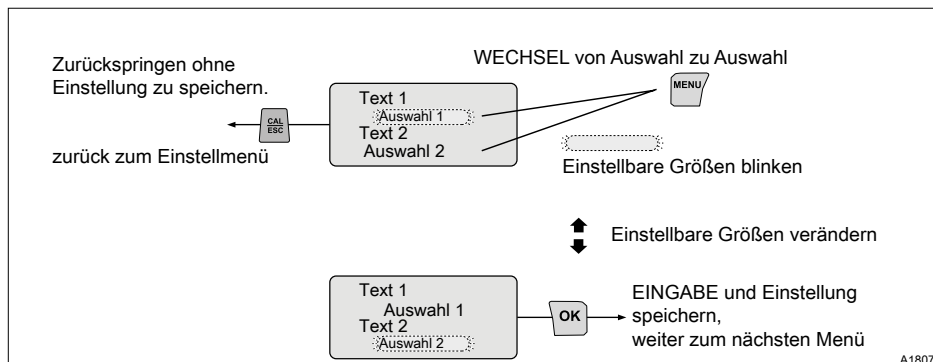

Abb. 12: Funktionen innerhalb der Menüpunkte
2. ➤ Mit der Taste **[OK]** können Sie die Menüpunkte wieder verlassen und gleichzeitig die einstellbaren Größen des Menüpunkts speichern, siehe Abb. 12.
1. ➤ Sie sind in einen Menüpunkt gelangt: Sie sehen Worte und Zahlen, siehe Abb. 12